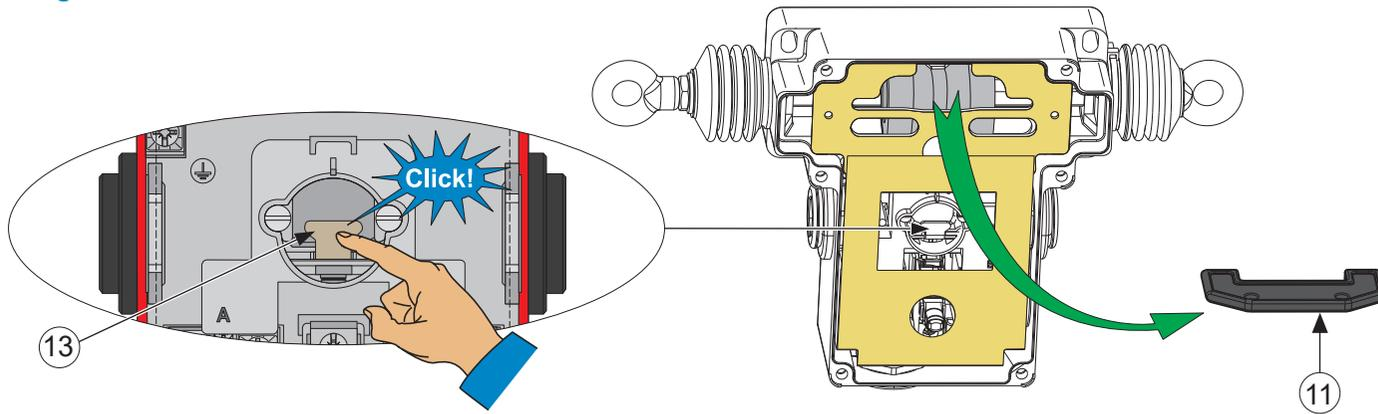

Fig.9
10. Coloque la tapa en el dispositivo ① mediante los 6 tornillos ⑥ (par de apriete = $1,5\pm 0,1$ Nm) o vaya al paso del cableado (fig. 9).